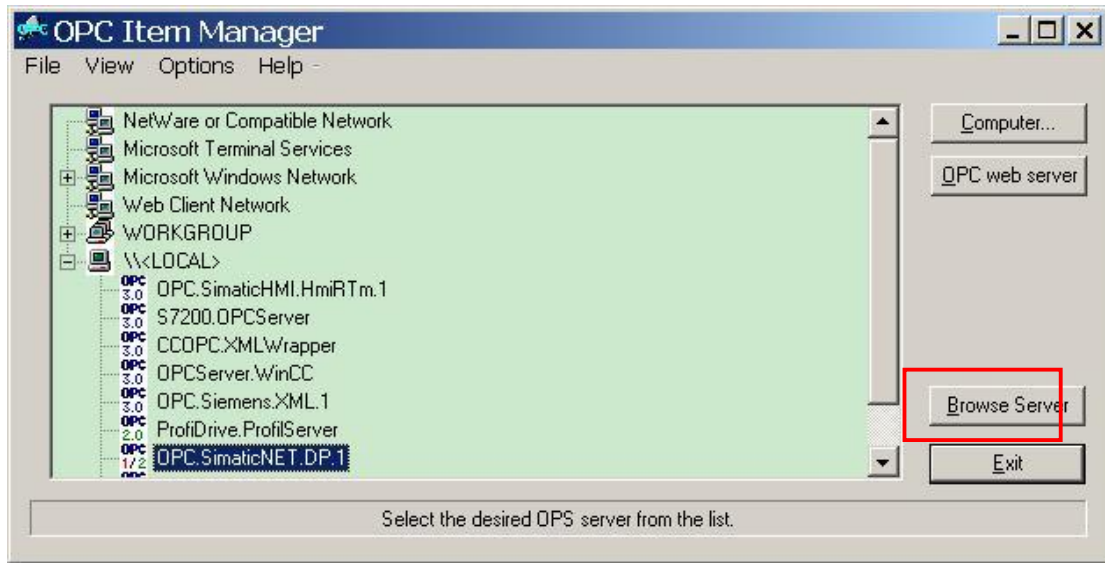
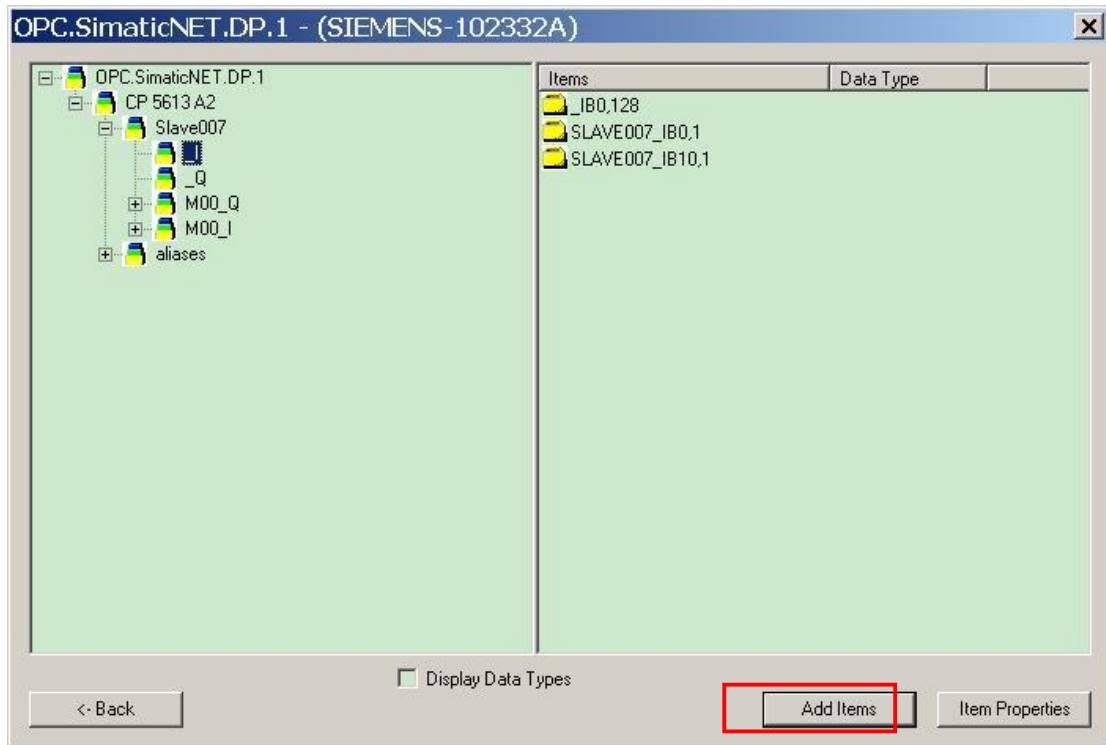

图 41
图 43 添加 OPC 变量
4. 在弹出的“OPC Item Manager”OPC 条目管理器中，点开“\\<Local>”左侧的“+”号，选中“OPC.SimaticNet.DP.1”，点击“Browser Server”，如图 41 所示。
6. 在弹出的“OPC.SimaticNet.DP.1”，点开相应的各级“+”号，找到 OPC Scout 中建立好的 I 区和 Q 区对应的变量，通过点击“Add Items”将这些变量添加到 WinCC 通道中，如图 43 所示。
10. 采用同样的方法对 Q 区变量进行添加，添加完成之后回到“OPC.SimaticNet.DP.1”对话框，如图 43，点击“Back”，回到“OPC Item Manager”，如图 41，点击“Exit”退出。